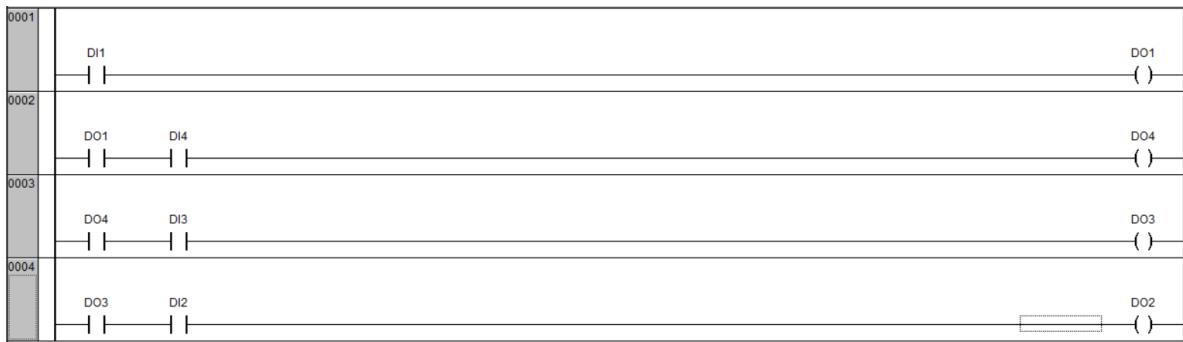

Рис. 22. Реализация практического задания №1 на языке LD для ПЛК
- Реализация на языке LD. Для реализации данного алгоритма необходимо написать программу, представленную на рис. 22.